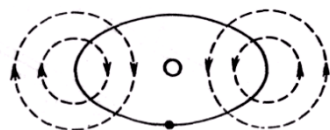

Рис.80
18. На рис. 80 даны схема атома водорода и направление линий индукции магнитного поля тока, созданного движением электрона вокруг ядра атома. Определить направление движения электрона.